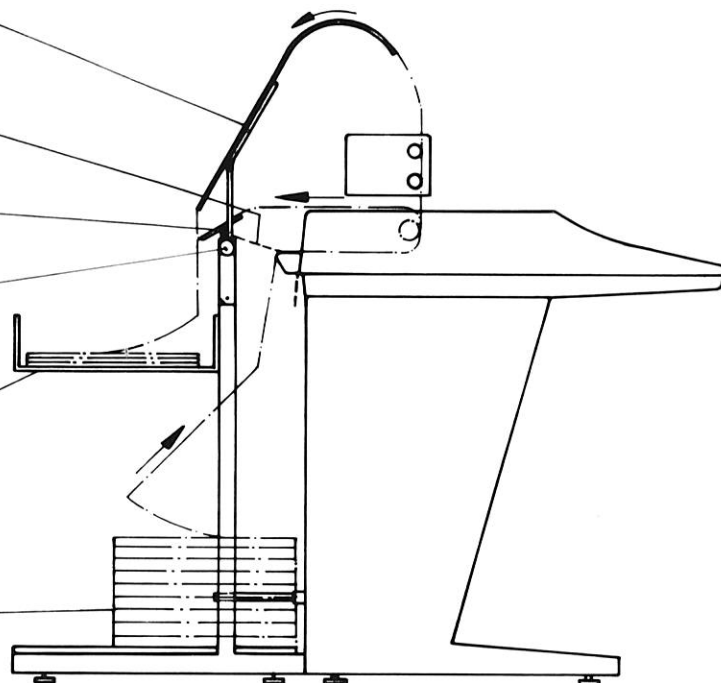

Abb. 15 Endlosformular-Ständer und Formularführung
- Formularstapel einschließlich Karton in den unteren Teil des Formularständers (Abb. 15) einlegen. Die zu bedruckende Papierseite muß beim Durchlauf mit der Druckseite nach vorn zeigen
Endlosformular einführen (siehe auch Abb. 15)
Eine einwandfreie und sichere Führung des Papiers bei der Verarbeitung von Endlosformularen ist nur bei Verwendung des Endlosformular-Ständers möglich (Abb. 15).